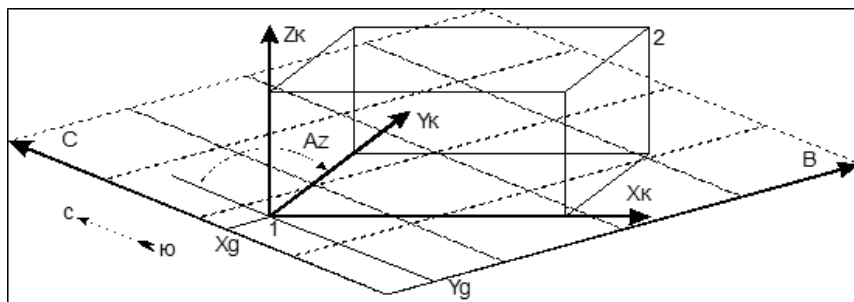

Рис. 2.1. Область моделирования:
**Область моделирования** – прямоугольная трехмерная область моделируемого пространства, в границах которого осуществляется работа с моделями объектов горной технологии (рис. 2.1).